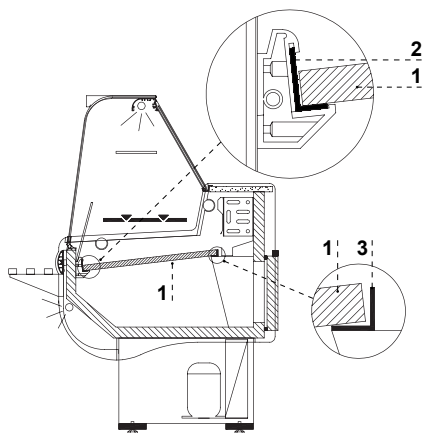

Abb.3 Montage der Ausstellungsfächer
1. Ausstellungsfächer einbauen Abb.3/1 (S.24)